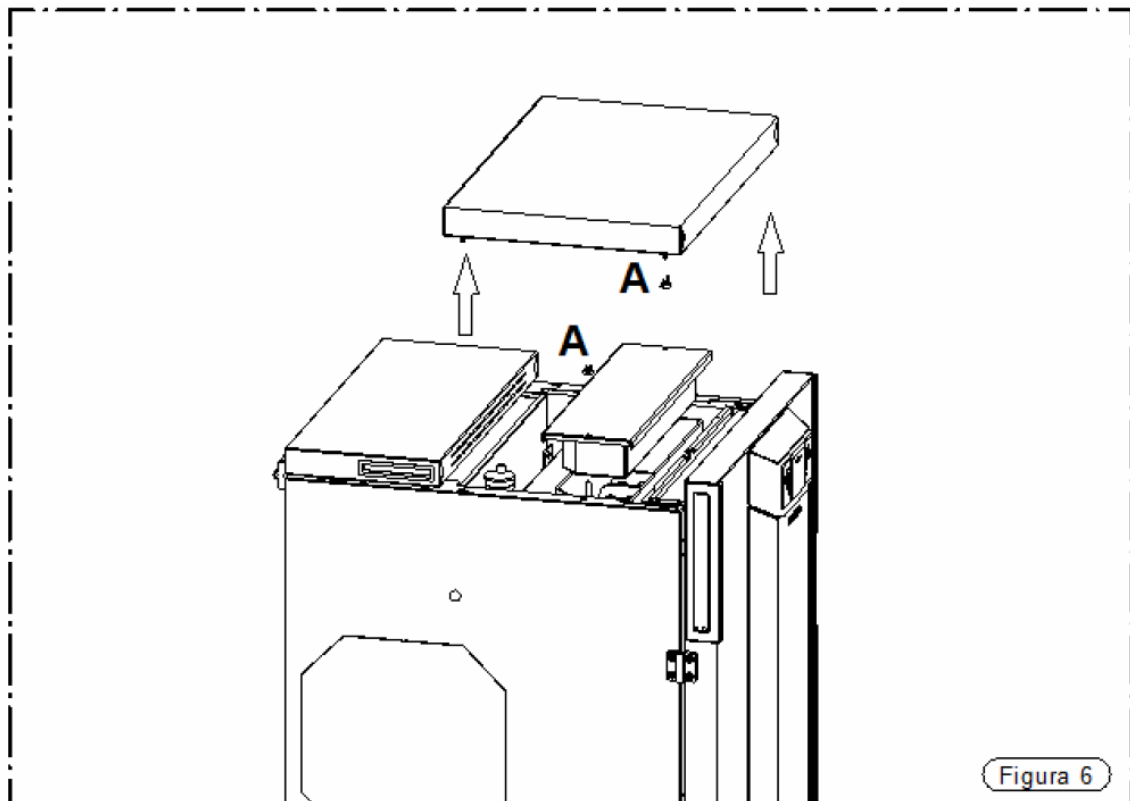

Figura 6
- Aspirati cenusa amplasata in compartimentul superior al drumurilor de fum. (Figura 6). Pentru a avea acces la capacul superior, trageți-l in sus. Desurubati cele doua piulite cu aripioare (A). Scoateti capacul fiind atenti sa nu deteriorati izolatia montata pe acesta.
- Aspirati cenusa amplasata in compartimentul superior al drumurilor de fum. (Figura 6). Pentru a avea acces la compartiment, indepartati capacul superior, tragandu-l in sus. Slabiti cele doua piulite cu aripioare (A). Indeartati capacul, fiind atenti sa nu deteriorati izolatia montata pe acesta.